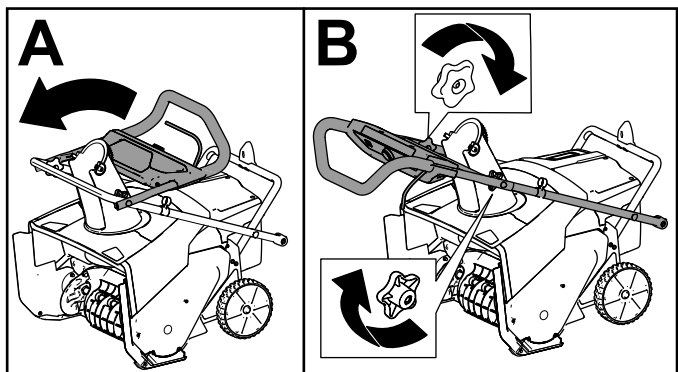

Рисунок 3
2. Разложите верхнюю рукоятку так, чтобы верхние маховички рукоятки зафиксировались на штатных местах со щелчком (вид А на Рисунок 3).
3. Затяните маховички на рукоятке (вид В на Рисунок 3).